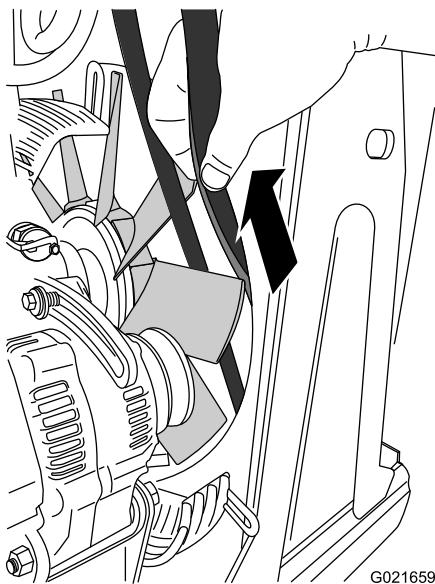

Figura 91
11. Alinhe a correia entre duas das palhetas e, em seguida, puxe cuidadosamente a correia para trás e para cima até removê-la da máquina (Figura 91).
1. Alinhe a correia entre duas das palhetas e, em seguida, empurre cuidadosamente a correia para frente e para baixo até posicioná-la à frente da ventoinha (Figura 91).